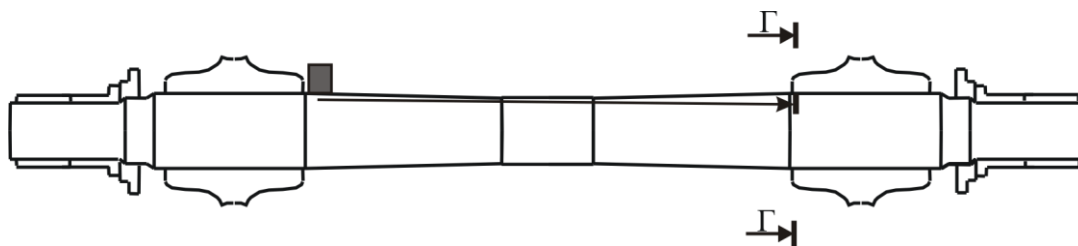

Рисунок 6.1 – Схема установки ПЭП на НО при проверке чувствительности
- установить ПЭП на предварительно смазанный минеральным маслом участок средней части НО вблизи ступицы колеса (рисунок 6.1);
• установить ПЭП на предварительно смазанный минеральным маслом участок средней части НО вблизи ступицы колеса (рисунок 6.1);